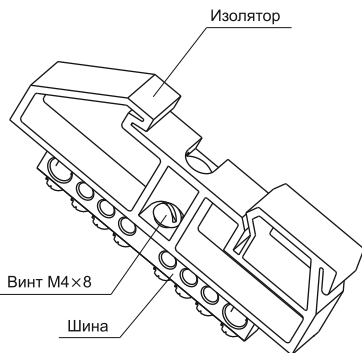

Рисунок 1
2.1 Установите и закрепите с помощью винта М4×8 Шину PEN 8/1 на изоляторе (рисунок 1).